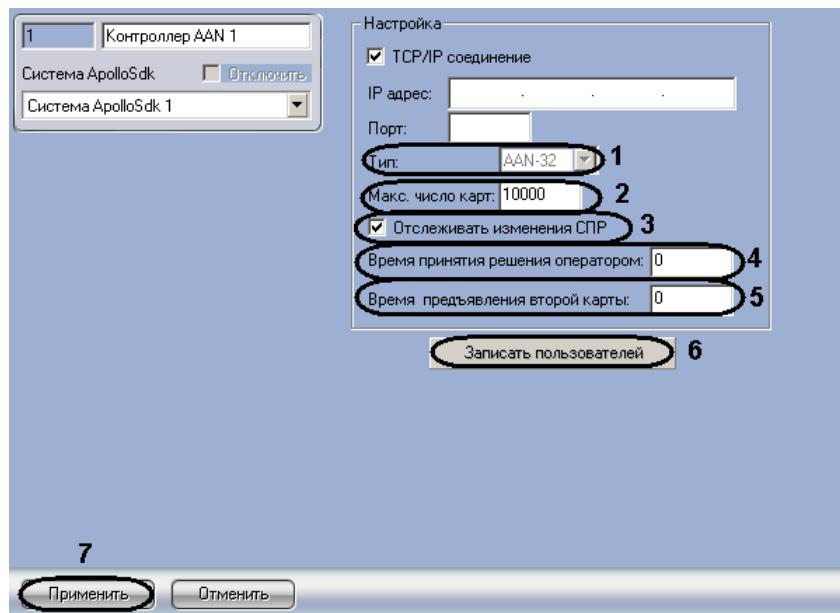

Рис. 3.2-5 Панель настроек объекта контроллер AAN
5. Из раскрывающегося списка **Тип**: выбрать тип (AAN-32 или AAN-100) контроллера AAN, в соответствии с используемым оборудованием (Рис. 3.2-5, 1).
6. В поле **Макс. число карт** ввести число максимальное число карт доступа, которые будут храниться в памяти контроллера (см. Рис. 3.2-5, 2).
7. Для активации динамической пересылки параметров доступа в контроллер установить флагок **Отслеживать изменения СПР** (см. Рис. 3.2-5, 3).
8. В поле **Время принятия решения оператором:** ввести время в секундах, которое отводится оператору на принятие решения по предоставлению или отказу в доступе (см. Рис. 3.2-5, 4).
9. В поле **Время предъявления второй карты:** ввести время в секундах, определяющее временной интервал между предъявлением первой и второй карты доступа, при превышении которого, доступ по второй карте предоставлен не будет (см. Рис. 3.2-5, 5).
10. Для сохранения внесенных изменений нажать кнопку **Применить** (см. Рис. 3.2-5, 7).
11. Для записи пользователей и прав доступа в память контроллера нажать кнопку **Записать пользователей** (см. Рис. 3.2-5, 6).